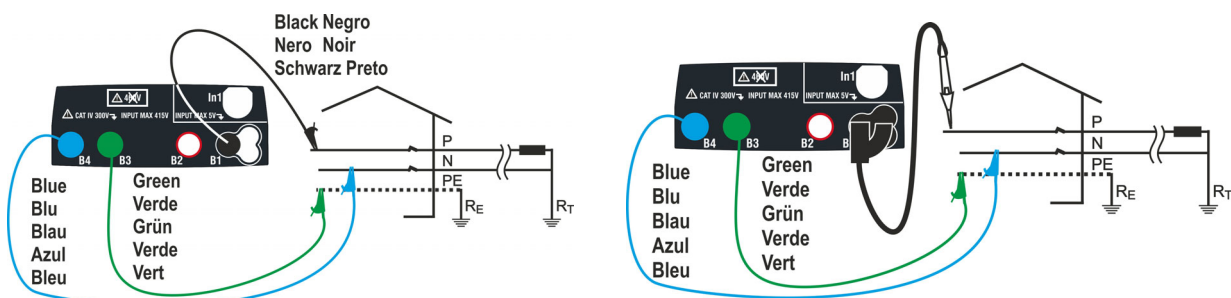
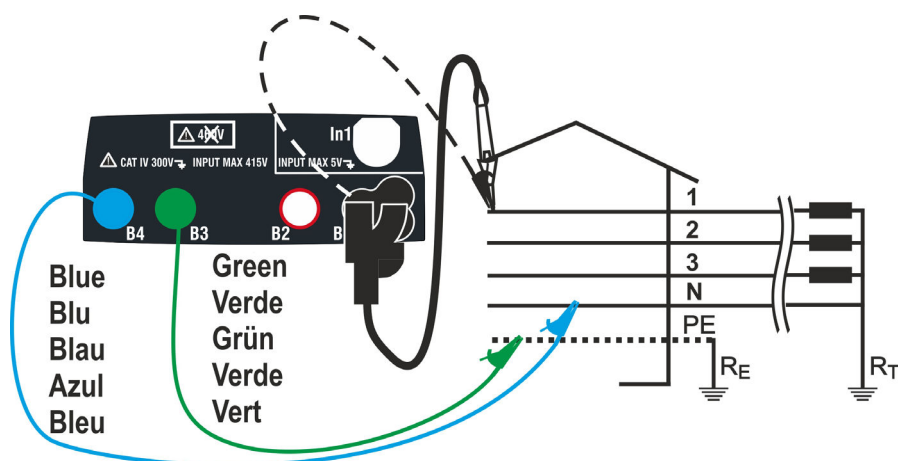
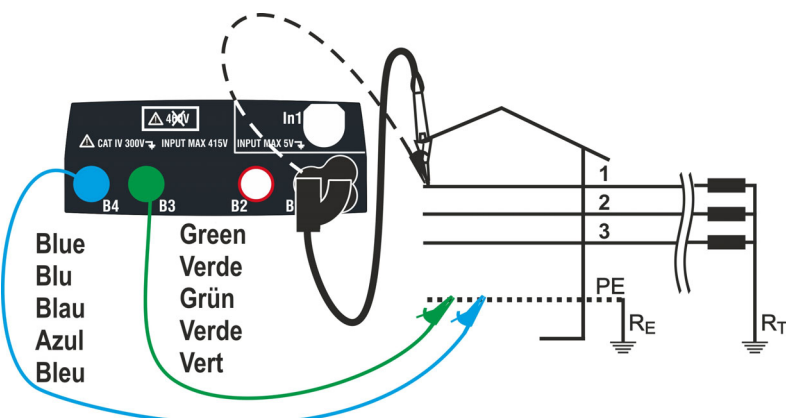

Fig. 19: Misura P-N/P-PE in impianti monofase/bifase 230V con cavi e puntale remoto
Fig. 20: Misura P-N/P-PE in impianti trifase 400V+N+PE con cavi singoli e puntale remoto
Fig. 22: Misura P-PE/P-N in impianti 400V + PE (no N) con cavi singoli e puntale remoto
4. Eseguire la calibrazione preliminare dei terminali di misura come descritto nel § 0. Connettere la spina shuko, i coccodrilli od il puntale remoto alla rete elettrica in accordo alle Fig. 18, Fig. 19, Fig. 20 e Fig. 22